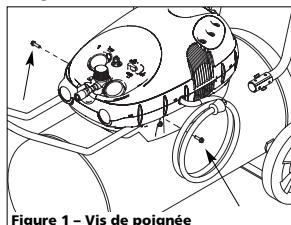

Figure 1 – Vis de poignée
2. Introduire le manche à travers le couvercle de protection et dans la plaque de base tel qu'indiqué sur la Figure 1. Le manche doit s'ajuster dans les ouvertures spéciales dans la plaque de base.